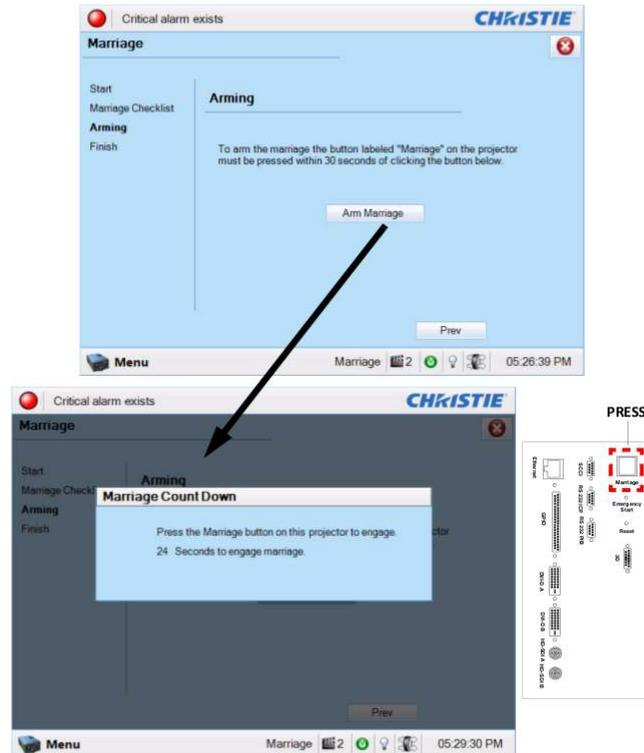

Figura 45 Activación del Enlace y cuenta descendente del Enlace.
- d. Active el enlace. En la ventana Arming (Activación), haga clic en el botón Arm Marriage (Activar Enlace) (consulte la Figura 45). Comienza un temporizador descendente de 30 segundos. El LED del botón Marriage (Enlace) de la placa P1 parpadeará en verde durante esta cuenta descendente. Usted DEBE pulsar el botón Marriage (Enlace) en la placa PI dentro de esta ventana de 30 segundos para que el enlace tenga efecto. Cuando se pulsa el botón Marriage (Enlace), el botón LED cambiará a verde permanente para indicar que el enlace ha sido exitoso.